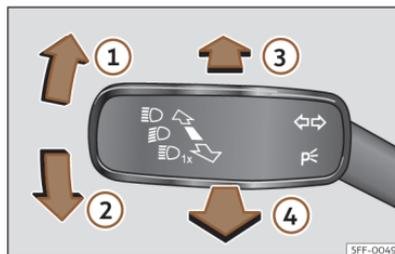

Abb. 100 Blinker- und Fernlichthebel (ausstattungsabhängig).
- Drücken Sie den Blinker- und Fernlichthebel aus der Ausgangsstellung nach vorne >>> (Abb. 100) ③.
- **ODER:** Ziehen Sie bei eingeschaltetem Fernlichtassistenten den Blinker- und Fernlichthebel nach hinten >>> (Abb. 100) ④.